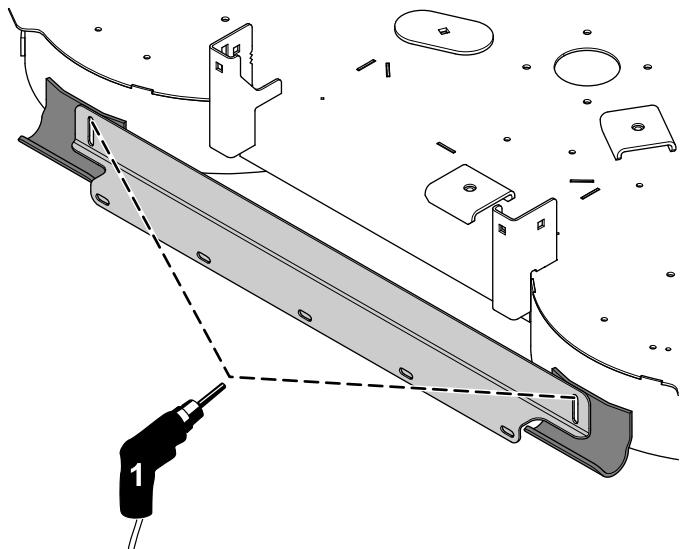

Figure 4
4. En vous servant du support du traceur comme gabarit de perçage, faites un repère en 2 points en haut de la fente du support (Figure 4).
5. Percez des trous (9/32 po) dans les patins (Figure 4).